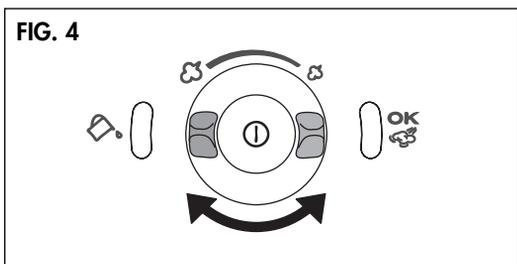

FIG. 4
O regulador de vapor (7) permite aumentar ou diminuir a quantidade de vapor (fig. 4).